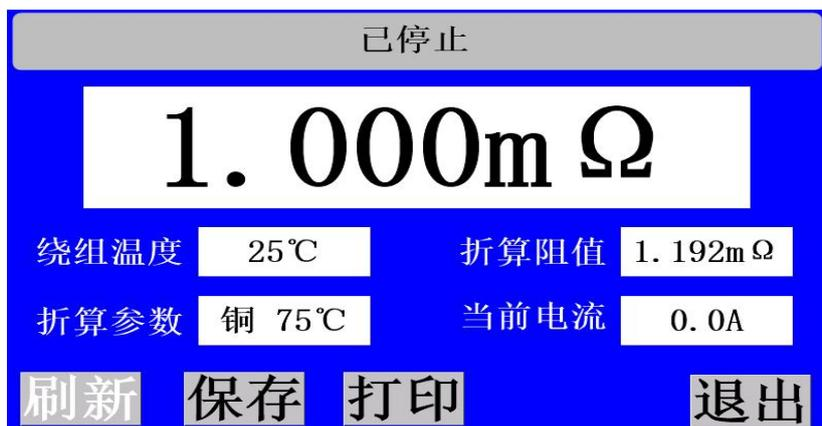

图 7
- 测试完毕后点击“停止”选项，此时仪器开始进入放电程序，释放感性负载中存储的能量。放电停止后液晶屏显示打印、保存、退出选项，可以对结果进行打印或保存。如图 7 所示：